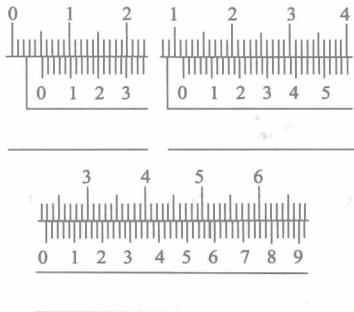

图 1-14
①长度:0.402mm, _____ 位有效数字,最小刻度为 _____.
②质量:18.24g, _____ 位有效数字,最小刻度为 _____.
③温度:52.1℃, _____ 位有效数字,最小刻度为 _____.
④电压: $2.4 \times 10^2 \text{V}$, _____ 位有效数字,最小刻度为 _____.
⑤电阻: $22.4 \times 10^3 \Omega$, _____ 位有效数字,最小刻度为 _____.
3. 读出图 1-14 中 50 分度游标卡尺的示数.